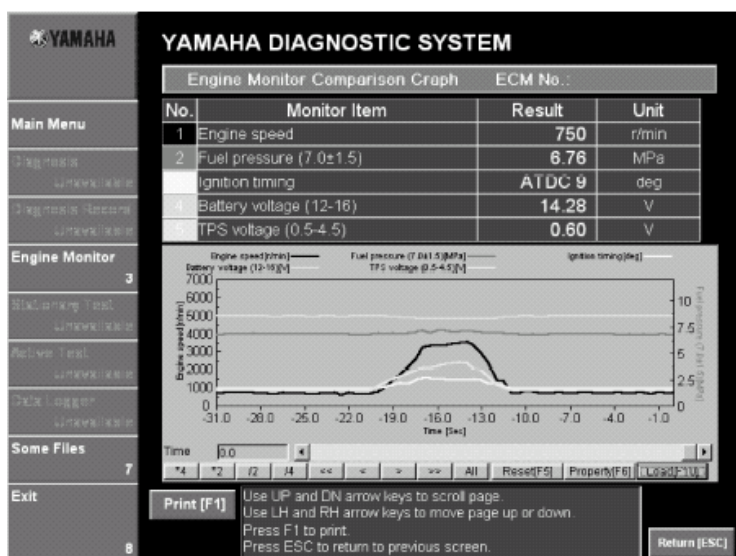

Рис. 63
6. Программа отобразит выбранный график данных. (Рис. 63)